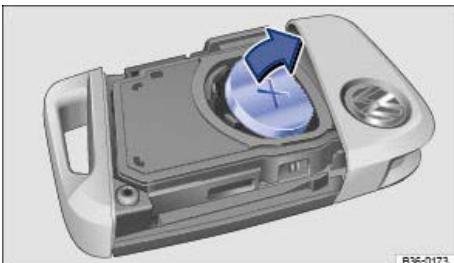

Abb. 35 Fahrzeugschlüssel: Knopfzelle herausnehmen.
- 1 (A) Schlitzschraubendreher zum Entriegeln der Abdeckung.
- 2 (B) Abdeckung auf der Rückseite des Fahrzeugschlüssels.
- 3 Knopfzelle ⇒ Abb. 35 .
- Knopfzelle mit einem geeigneten dünnen Gegenstand aus dem Batteriefach hebeln ⇒ *Abb. 35* .
- Neue Knopfzelle entgegen der Pfeilrichtung in das Batteriefach drücken ⇒ *Abb. 35* ⇒  .